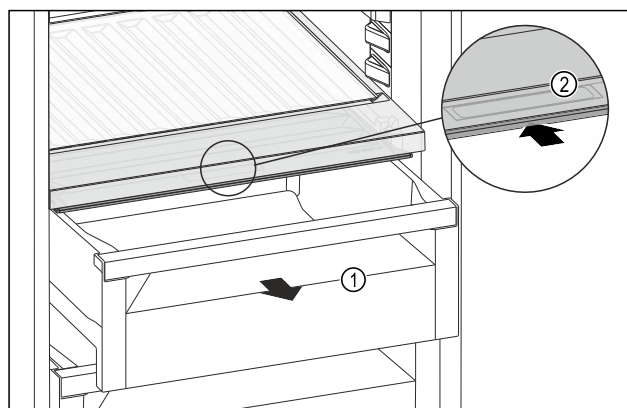

Fig. 207
- ▶ Izvlecite predal Fig. 207 (1).
- ▶ Primite prijemalno vdolbino Fig. 207 (2) na pokrovu predala in pokrov predala istočasno potisnite nazaj.